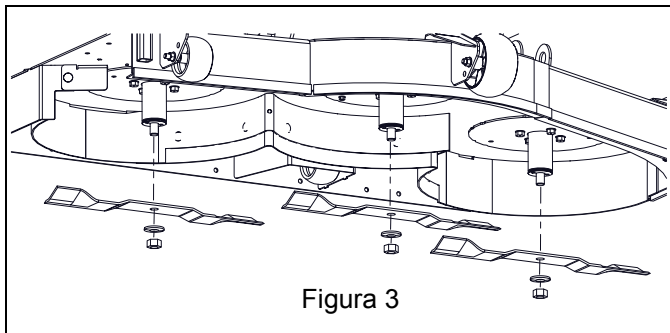

Figura 3
5. Rimuovere tre dadi esagonali da 5/8" e le relative rondelle che fissano le lame, quindi rimuovere le lame. Conservare le lame per l'uso senza il kit per pacciamatura. Conservare i dadi e le rondelle per l'installazione del kit. Vedere Figura 3.